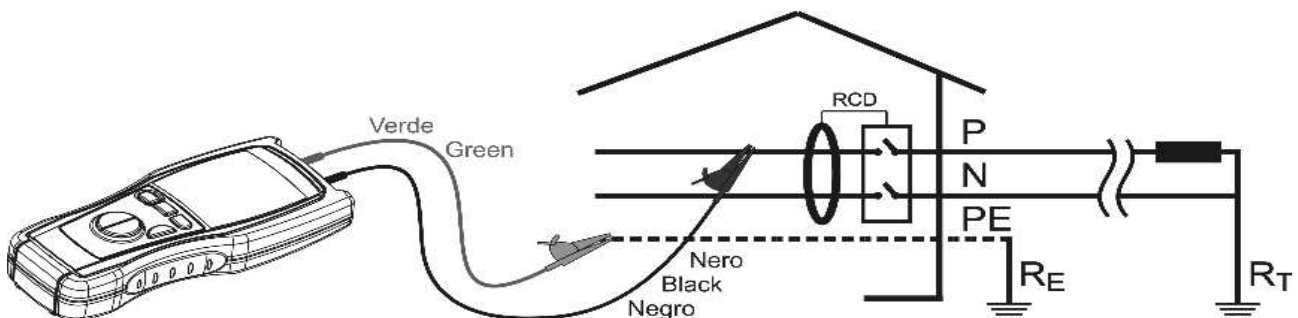

Abb. 10: Verbindung der Anschlüsse des Gerätes beim $M\Omega$ Test
7. Verbinden Sie die Anschlüsse des Gerätes mit dem Ende der Leiter an denen der Isolationstest durchgeführt wird. (siehe Abb. 10)